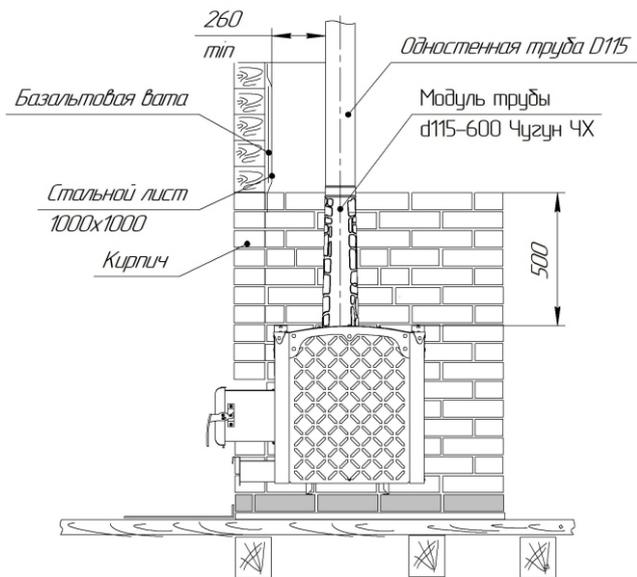
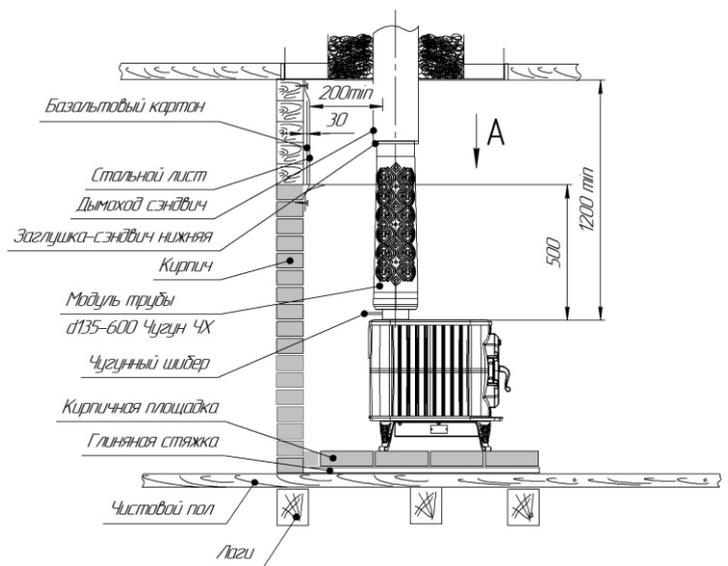

Рис.3 Монтаж дымохода в банном помещении
Рис.4 Монтаж дымохода в жилом помещении
**ВНИМАНИЕ!** При монтаже необходимо обеспечить вертикальность оси всех элементов дымохода. Так же необходимо обеспечить безопасное расстояние от дымохода до сгораемых конструкций бани (рис.3) и жилого помещения (рис.4). Рекомендуем при монтаже модулей дымохода использовать специализированный герметик.